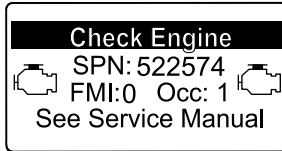

Figura 48
- Advertencia del motor SPN 522574, FMI: 0 (Figura 48)